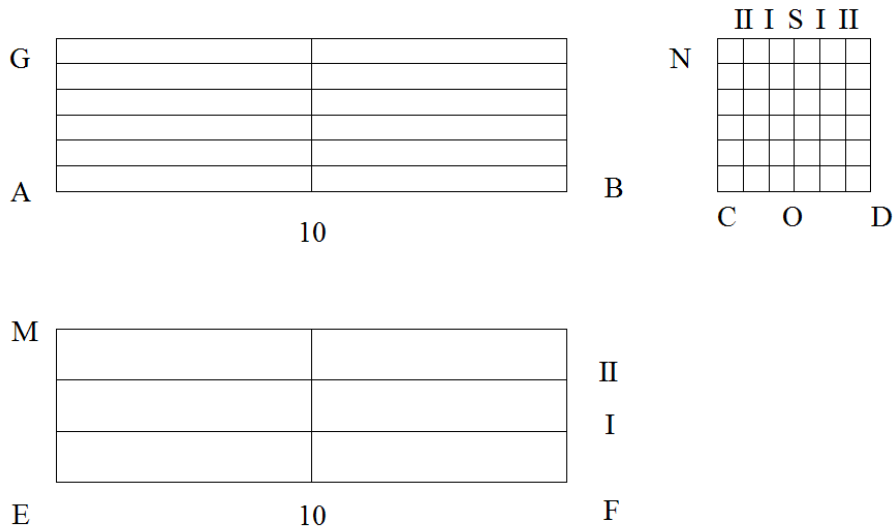

Рисунок 1.2 - Пример разбивки сетки
1. На листе А4 нарисовать отрезки (рис. 1.2): АВ, СО, ОD, АG, CN, ЕМ, ЕF.
1. С проекции корпус бланка задания с помощью линейки, прикладывая её по ВЛ снять ординаты шпангоутов. Ордината шпангоута – это расстояние от диаметра судна (линия OS на рис. 1.2) до точки пересечения соответствующего шпангоута с ватерлинией (ВЛ), на которой она снимается.